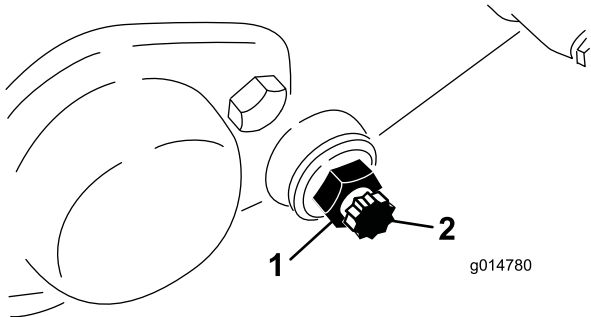

图56
3. 在机器的另一侧松开固定底刀架螺栓 图56 的锁紧螺母。
4. 拆下两个底刀架螺栓向下拉动底刀架并从机器上拆下来。保存底刀架 \(图56\) 各端的 2 个尼龙和 2 个冲压钢垫圈。